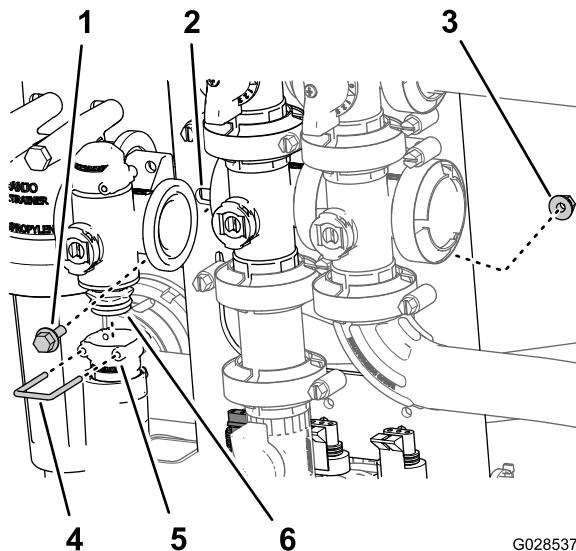

Figura 89
2. Rimuovete il fermo che fissa il raccordo di uscita al collettore per la valvola di comando del volume (Figura 89).
- Rimuovete i 2 bulloni a testa flangiata e i 2 dadi di bloccaggio flangiati che fissano la valvola di comando del volume al supporto della valvola e rimuovete il collettore della valvola dalla macchina (Figura 89).